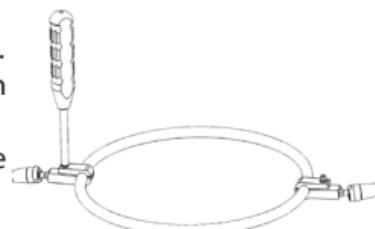

**Abbildung 2**
- Ziehen Sie mit dem **Sechskantwerkzeug** jede Schraube am **Retraktorring** an, um die Vorrichtung zu sichern (Abbildung 2 und Abbildung 3).